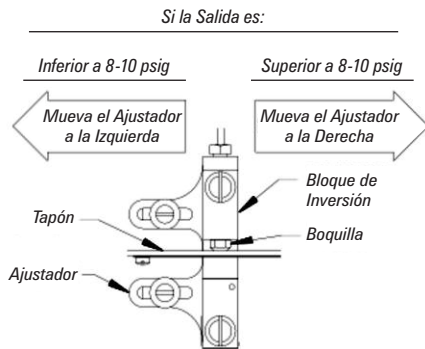

Figura 7 Ajuste del Intervalo del Regulador de Acción Directa
- Ajuste el intervalo del regulador aflojando los dos tornillos y moviendo el AJUSTADOR DE CALIBRACIÓN una pequeña distancia, de la manera indicada en la Figura 7.